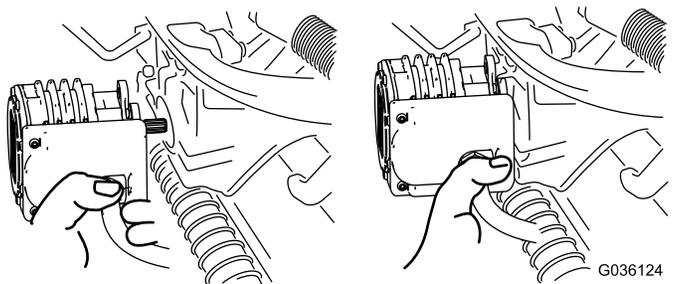

図 57
5. 外したモータは、サスペンションアームの前部にある一時保管位置にセットしておく(図 57)。